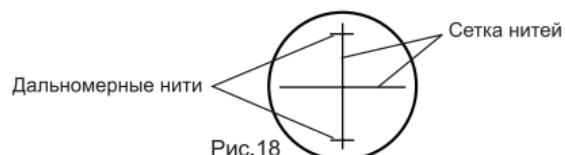

Рис.18
- 1) Наведитесь на рейку и посчитайте количество сантиметровых делений ℓ между двумя дальномерными нитями. (Рис.18)